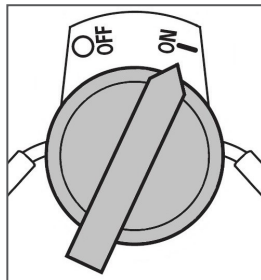

Рис. 21 Выключатель зажигания
- Выключатель зажигания переведите в положение «ON» (Включено) (Рис. 21).
При возникновении аварийной ситуации, для экстренной остановки двигателя переведите выключатель зажигания двигателя в положение «OFF» (Выключено) (Рис. 21).
4. Переведите выключатель зажигания в положение «OFF» (Выключено) (Рис. 21).